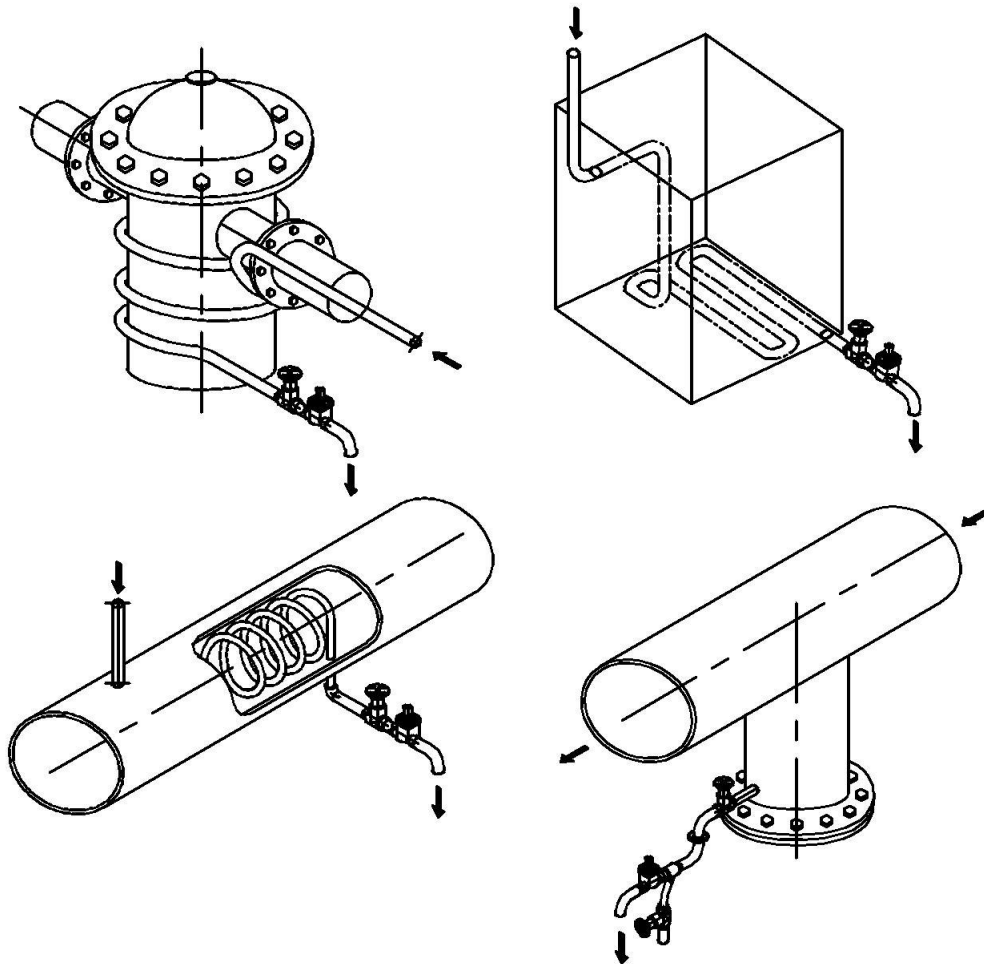

Рисунок 5
- Примеры установки конденсатоотводчиков приведены на рис. 5.